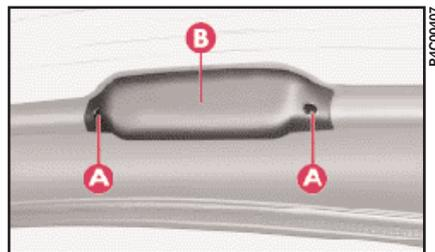

fig. 21
1) Dévisser les deux vis **A** (fig. 21) et enlever le revêtement **B**.